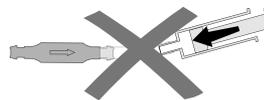

Fig. 6: Unngå trykksetting
**Advarsel: Trykksetting ved bruk av en engangssprøyte skal unngås både på den proximale og den distale enden (fig. 6).**